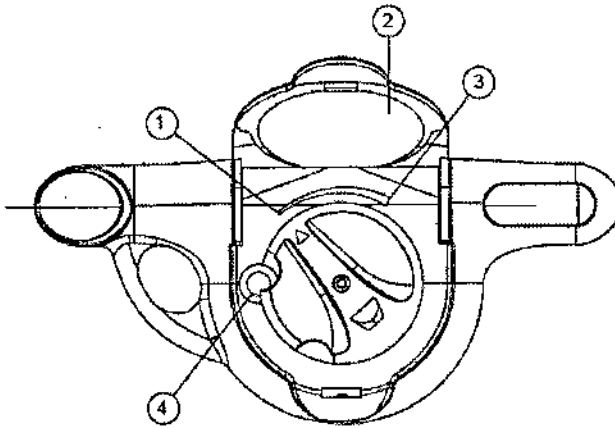

Figura 3. Accionador con la tapa abierta
10. Abra completamente la tapa del accionador para bloquear el accionador sobre la guía. La Figura 3 muestra el accionador con la tapa abierta.